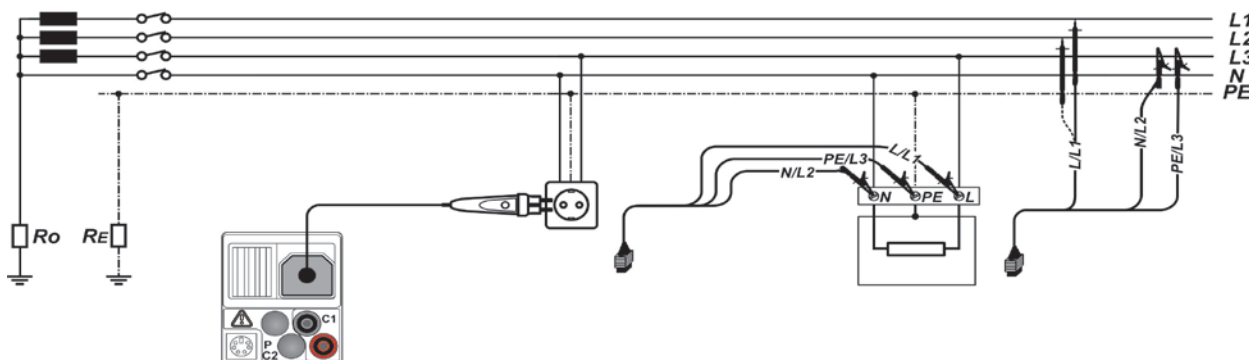

Рисунок 5.31: Измерение импеданса линии фаза-нейтраль или фаза-фаза – подключение штепсельного щупа «plug commander» и 3-х проводного тестового кабеля
- **Подключите** измерительную проводку (выводы) к тестируемому элементу (см. Рисунок 5.31: Измерение импеданса линии фаза-нейтраль или фаза-фаза – подключение штепсельного щупа «plug commander» и 3-х проводного тестового кабеля).